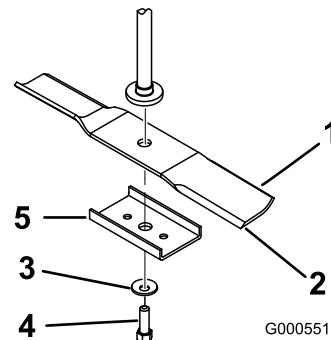

Figura 45
Sujete el extremo de la cuchilla usando un trapo o un guante grueso. Retire el perno de la cuchilla, la arandela curva, el refuerzo de la cuchilla (modelos de 42 pulgadas solamente) y la cuchilla del eje de la cuchilla (Figura 45).
1. Instale la cuchilla en el eje (Figura 45).
2. Instale el refuerzo de la cuchilla (modelos de 42 pulgadas solamente), la arandela curva (con la copa hacia la cuchilla) y el perno de la cuchilla (Figura 45).